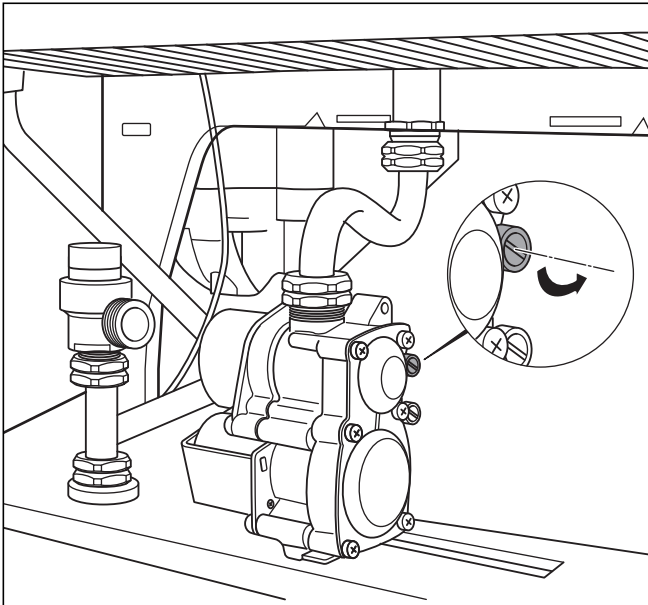

Abb. 6.5 Messstutzen Brennerdruck
- Schrauben Sie die Dichtungsschraube des Brennerdruck-Messstutzens heraus, siehe Abb. 6.5 Messstutzen Brennerdruck.